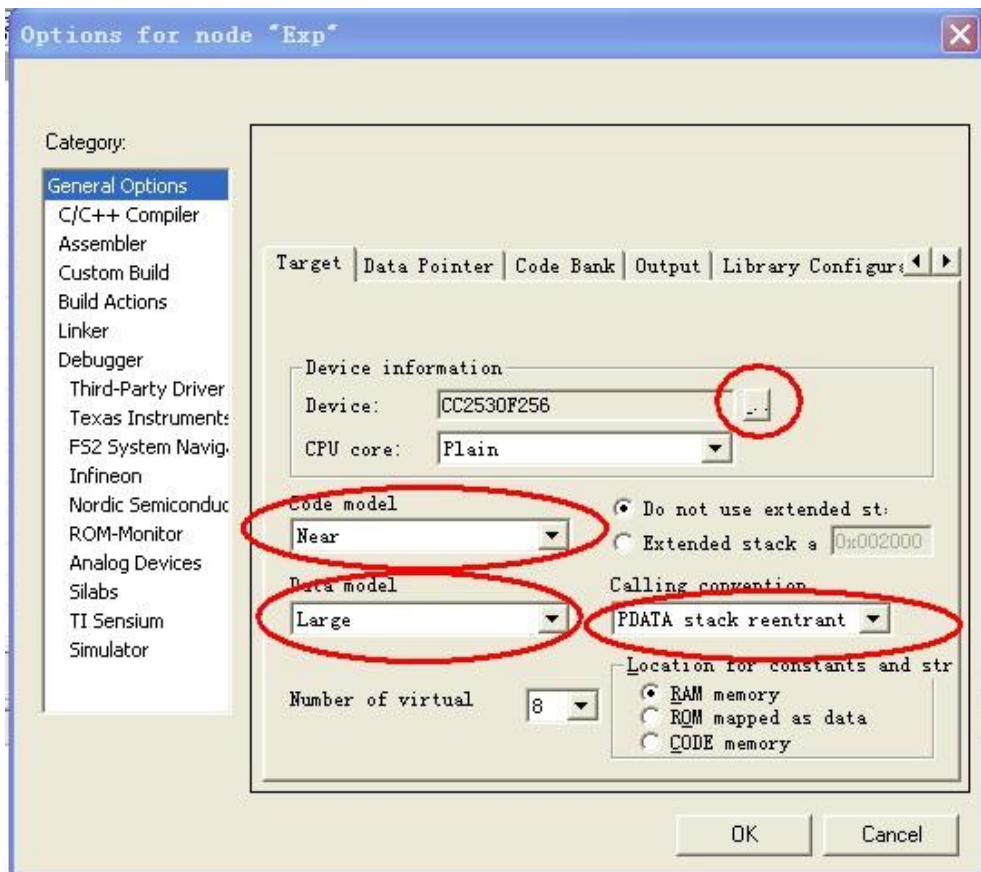

图 1.33 General Options 参数
**第四步：**我们还需要在 IAR 里配置一下几个选项。打开 Project---Options，General Options 配置如图 1.33 所示，单击圆圈所示按钮，先向上返回上一级目录，然后打开 Texas Instruments 文件夹，选择 CC2530F256 芯片。（这里大家务必注意，只是第 2 章基础实验需要配置，第 3 章以后协议栈使用 TI 默认的即可，无需配置，配置了会出错！）